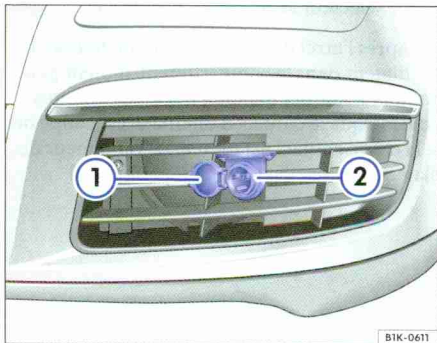

Fig. 119 Dans le pare-chocs avant gauche : prise du réchauffage du moteur.
- Ouvrez le capuchon ⇒ fig. 119 ①.
- Branchez le câble de connexion dans la prise ②.